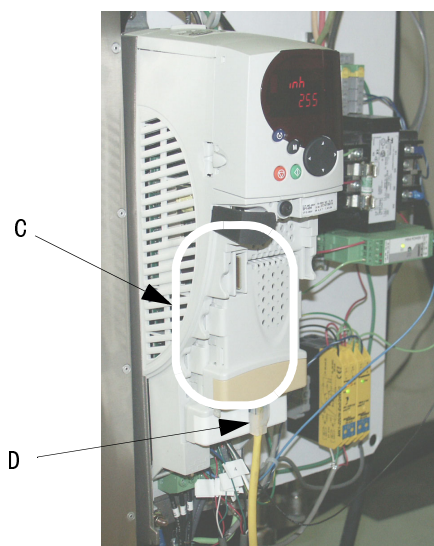

图 17
使用 CAT 5 以太网电缆 (D) 连接 VFD 以太网组件 (C) 与 PC。参见图 17。